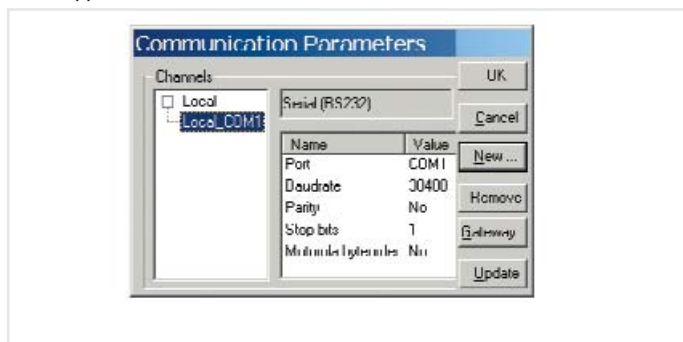

Рис. 66: Определение коммуникационных параметров ПК
В ПК и в ПЛК должны быть установлены одинаковые коммуникационные параметры чтобы установилось соединение между ними. По-умолчанию устанавливаются параметры, показанные на рис. 66. Необходимо только выбрать COM...интерфейс для ПК. Никаких других установок не требуется.
- Выберите другие параметры, показанные на Рис. 66.